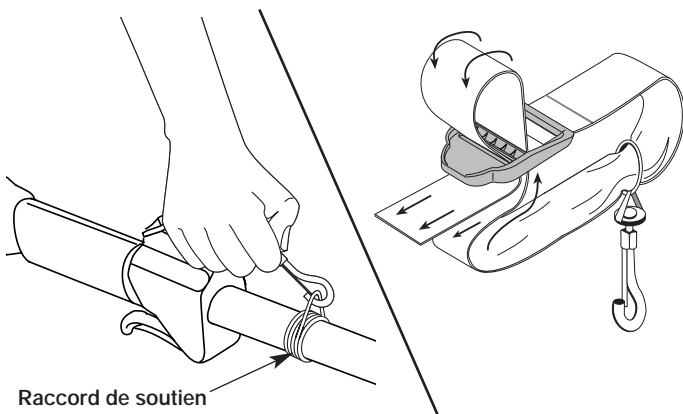

Fig. 5
2. Tirez la bandoulière par-dessus la traverse et à travers la fente de la boucle (Fig. 5).
3. Passez le harnais par-dessus la tête puis sur l'épaule. Accrochez-le au raccord de soutien (Fig. 5).